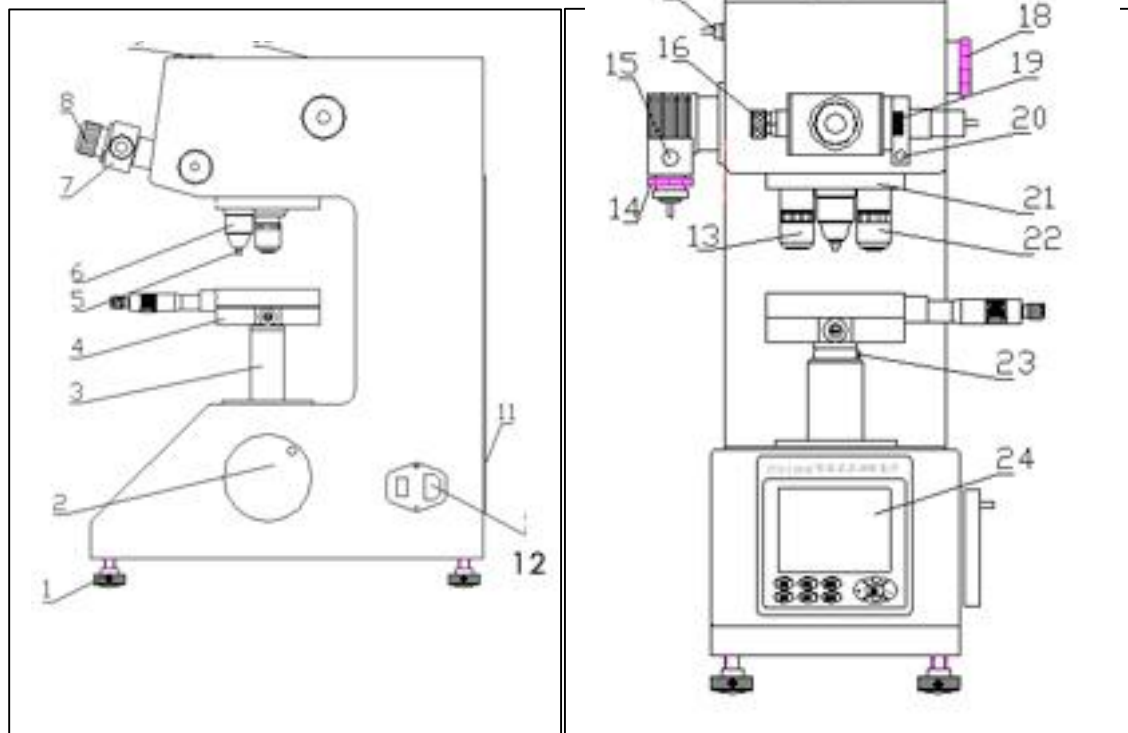

图 1
从附件箱中取出水平调节螺钉 (1)旋在主体底部，并调至水平 (图 1)
拔出防尘盖, 将目镜 (7)从附件箱中取出, 按图 1插入孔内, 并插到底。目镜 (7)上的电线插头插在主体左边的圆插座 (17)内。